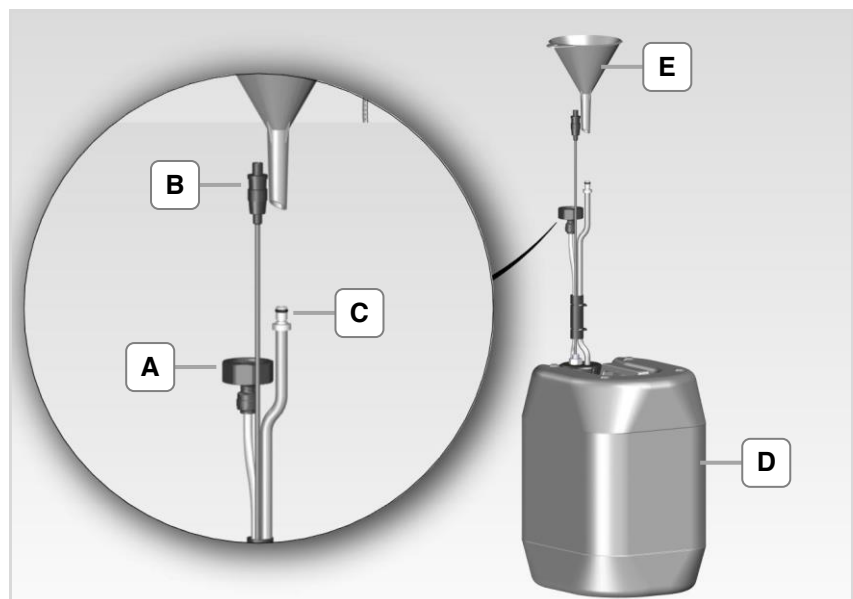
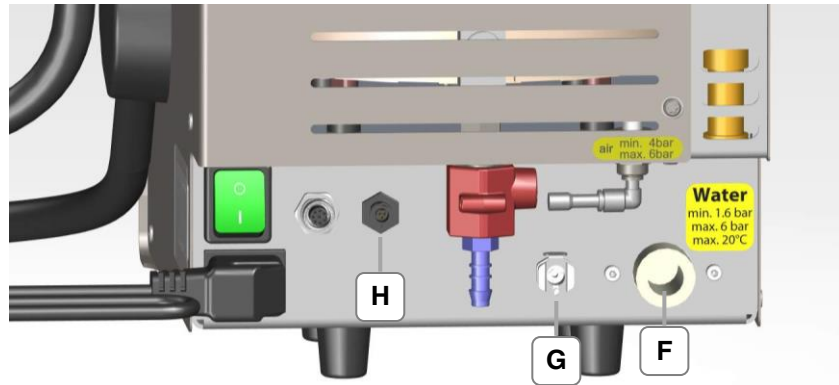
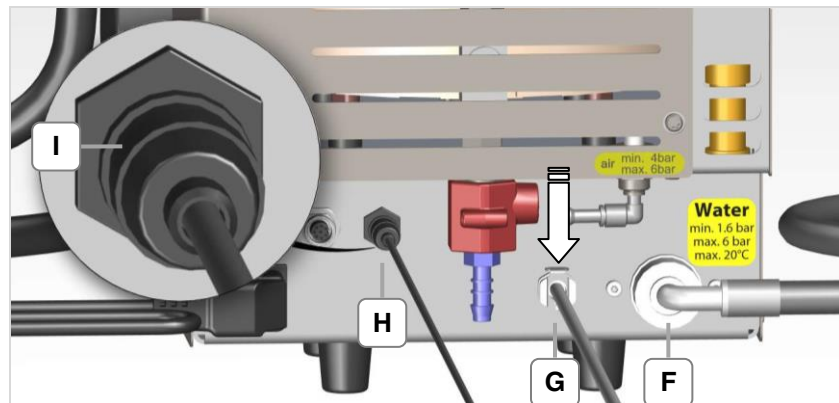
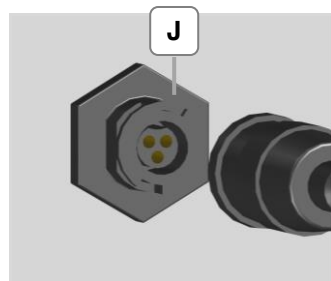

Bild 4.5.1: Kanister mit Zubehör
Bild 4.5.2: Anschlüsse für den Betrieb mit Kanister
Bild 4.5.3: Anschlüsse für den Betrieb mit Kanister (angeschlossen)
Bild 4.5.4: Steckerausrichtung (J)
<p>Auslaufendes Wasser!</p> <p>Wird ein mit Kanister montiertes Gerät an einen Festwasser-Anschluss angeschlossen, muss der Entlüftungsschlauch (Bild 4.5.3-G) entfernt werden.</p> <ul style="list-style-type: none"> Den Entlüftungsschlauch entfernen, damit der Kanister nicht überläuft.
1. Schrauben Sie das Schraubgewinde (Bild 4.5.1-A) des Schlauchs an den Wasseranschluss des Gerätes (Bild 4.5.2-F). Prüfen Sie, ob die Dichtung im Schraubgewinde (Bild 4.5.1-A) eingelegt ist.
2. Schließen Sie den Kabelstecker (Bild 4.5.1-B) für die Füllstandüberwachung am Anschluss (Bild 4.5.2-H) an und drehen Sie die vordere Verschraubung (Bild 4.5.3-I), bis sie einrastet. Steckerausrichtung beachten (Bild 4.5.4-J).
3. Stecken Sie den Entlüftungsschlauch (Bild 4.5.1-C) in den Anschluss (Bild 4.5.2-G).
<p>Befestigung Wasseranschluss Kanister prüfen!</p> <ul style="list-style-type: none"> • Achten Sie auf eine korrekte und sichere Befestigung der Anschlüsse. • Prüfen Sie die Anschlüsse (Bild 4.4.3-E+F) auf Dichtigkeit und Funktion. • Beachten Sie beim Abstecken des Entlüftungsschlauchs, den Verriegelungshebel (Bild 4.5.3-G) in Pfeilrichtung nach unten zu drücken!